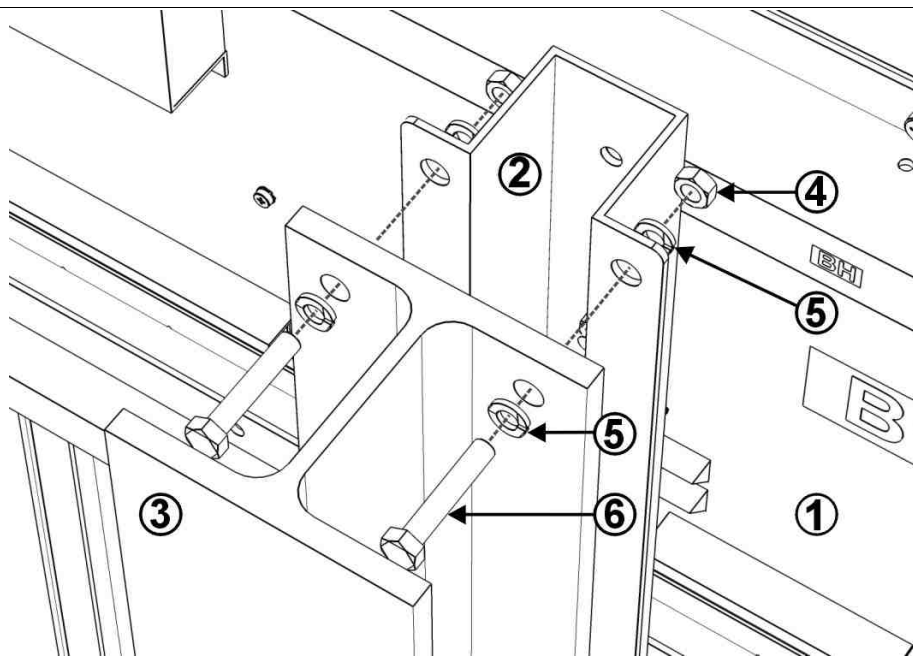

Fig. 15: Montaje del marcador
3. Arrimar otra vez el marcador a las vigas y montarlo con los tornillos **M8x50**, las arandelas y las tuercas (véase la Fig. 15 - par de apriete: 20Nm).